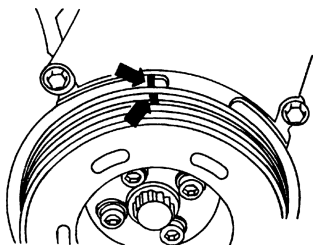

图 1-126 减振器置于
1) 将减振器带轮置于 1 缸压缩上止点, 如图 1-126 所示。